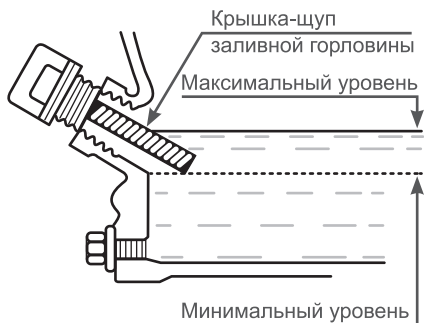

Рис. 5 Проверка уровня масла в картере
6. При недостаточном уровне масла в картере необходимо долить чистое масло до верхней отметки на щупе, что соответствует нижней кромке заливного отверстия (Рис. 5).